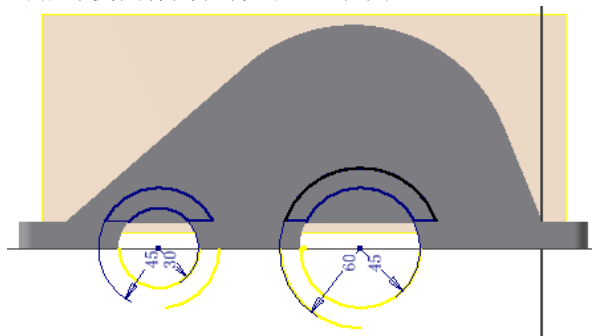

图 9-77 绘制拉伸草图
①对于零件一侧的轴承支撑部分，可以采用拉伸的方法创建。在零件宽度方向最外侧的表面上新建草图，选择【圆】和【直线】工具绘制如图 9-77 所示的图形，然后选择【尺寸】工具进行标注，并对尺寸值进行修改。